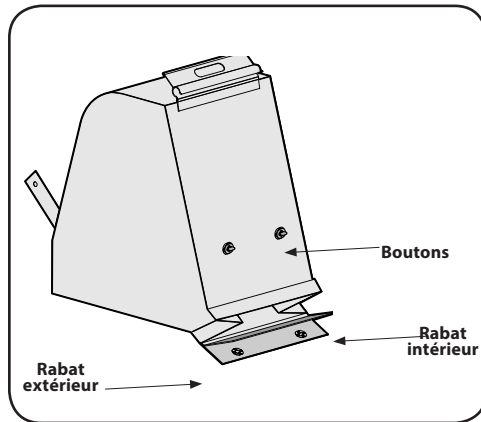

Figure 3-3
5. Tournez les deux boutons à l'arrière du sac pour ouvrir et vider le sac. Voir Figure 3-3. Tenez bien la poignée et l'attache du sac lorsque vous videz le contenu du sac.
7. Repliez le rabat extérieur sur le rabat intérieur et insérez les boutons du sac dans les œillets de métal. Voir Figure 3-3.